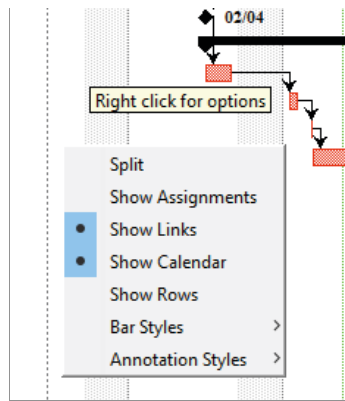

Figura 23.
- *Diálogo clic derecho*: haciendo clic en el área del Gantt con el botón derecho se accede a un diálogo con diferentes opciones de visualización (figura 23). Estas son las siguientes: mostrar asignaciones de recursos (*Show Assignments*, será muy útil para la introducción de los recursos), mostrar dependencias (*Show Links*), mostrar el calendario (*Show Calendar*), mostrar las filas (*Show Rows*), estilos de barras (*Bar Styles*, para *milestones*, *deadlines*, *critical tasks*, etc.) y estilos de anotación (*Annotation Styles*).